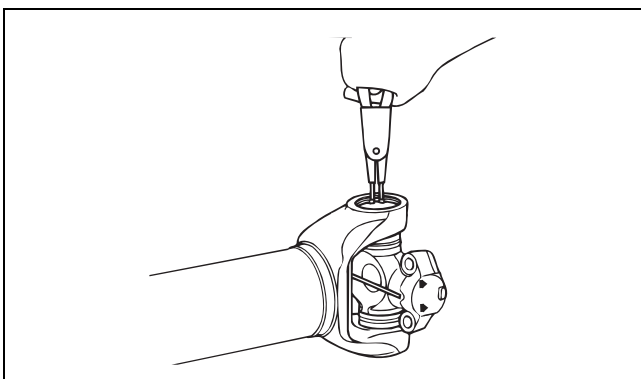

Figure 5
2. Utiliser une pince à anneau de retenue (n° J-44676-1) pour retirer les bagues élastiques. Figure 5.